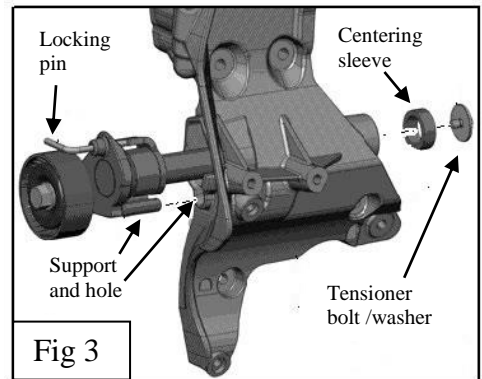

Fig 3
11. Remove the tensioner bolt and washer from the back of the tensioner bracket. See Fig 3. Slide tensioner out of engine bracket and discard tensioner assembly, bolt and washer and centering sleeve.
13. Install the new tensioner into the engine bracket and be sure to orient the support into the hole in the engine bracket (install the centering sleeve now) and tighten tensioner mounting bolt with washer to **9 in lbs/10Nm**. See Fig 3.
11. Retirer le boulon et la rondelle de tendeur de l'arrière de l'étrier du tendeur. Voir fig. 3. Glisser le tendeur hors de l'étrier du moteur et jeter au rebut l'ensemble du tendeur, le boulon et la rondelle ainsi que la chemise de centrage.
13. Installer le nouveau tendeur dans le support de moteur et s'assurer d'orienter le support dans l'orifice du support moteur (installer la chemise de centrage maintenant) et serrer le boulon de montage du tendeur avec sa rondelle à 9 lb-po/10 N.m. Voir fig. 3.
11. Retire el perno y la arandela del tensor de la parte posterior del soporte tensor. (véase Fig. 3) Deslice el tensor fuera del soporte del motor y deseche el montaje del tensor, el perno y arandela y el manguito de centrado.
13. Instale el nuevo tensor en el soporte del motor y asegúrese de orientar el soporte en el orificio en el soporte del motor (instale ahora el manguito de centrado) y apriete el perno de montaje del tensor con su arandela a **9 lb-pulgada/10Nm**. (véase Fig. 3)